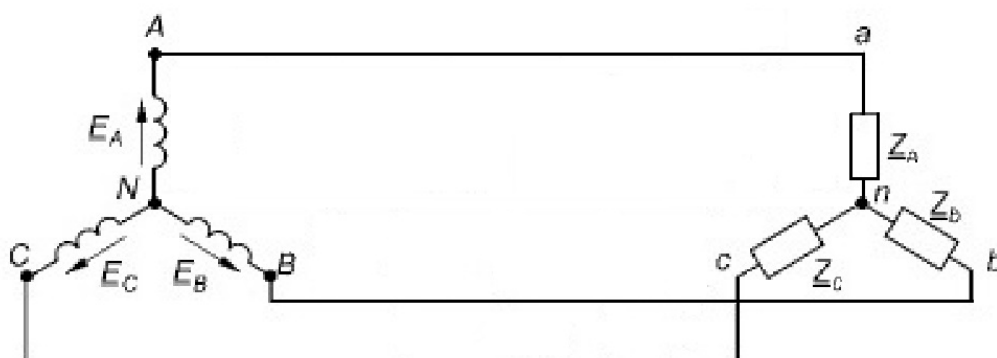

Рис. 3.3
- 1.5. Собрать связанную трехфазную электрическую цепь без нейтрального провода по схеме на рис. 3.3.